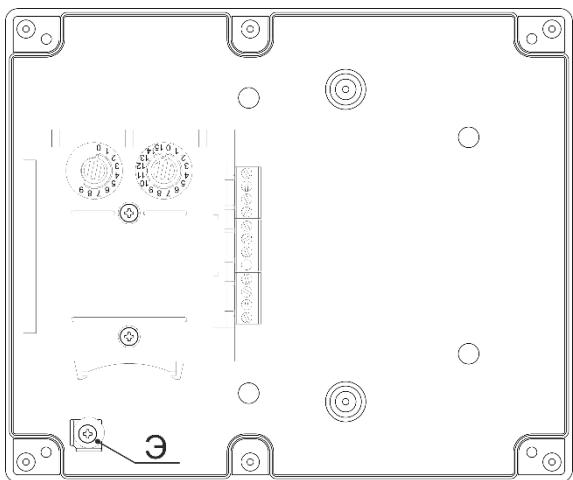
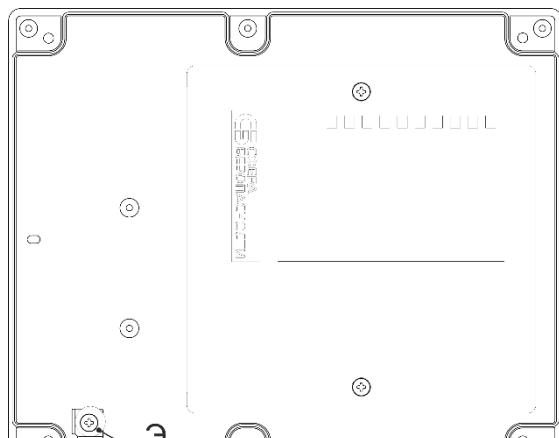

Рисунок 2
Рисунок 3
- 4.5 Расположение модулей в боксе показано в приложении на рисунках 2 и 3. Модули System Sensor крепятся с помощью винтов 3,5 x 25 в левой части бокса (рисунок 2), модули ППКУП «Сфера 8500» крепятся винтами 3,5 x10 в правой части бокса (рисунок 3).